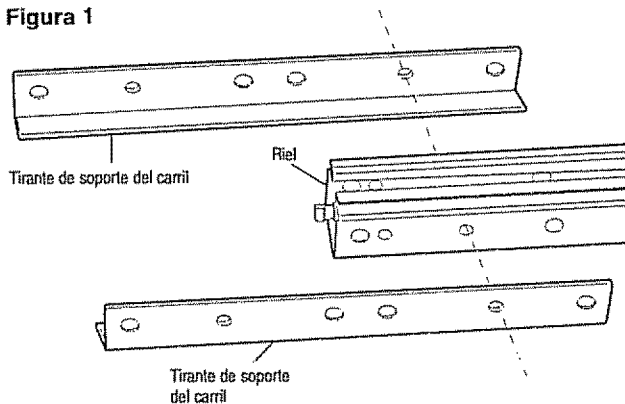

Figura 4
- Coloque la presilla en C sobre el eje del muñón largo (carril central) para asegurarse de que el manguito no se deslice (Figura 4).